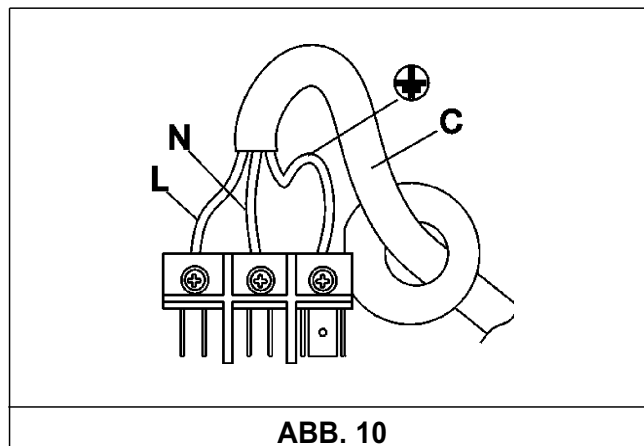

ABB. 10
- Falls das Gerät über kein Anschlusskabel verfügt, ein Kabel mit entsprechendem Querschnitt (siehe Tabelle in Abschnitt 8) am Klemmenkasten anschließen, wobei der Erdleiter länger als die Phasenleiter zu halten ist und entsprechend den Abb. 10 vorzugehen ist.
- Einen für die auf dem Typenschild angegebene Last passenden und genormten Stecker an das Versorgungskabel "C" anschließen, sofern dieser fehlt. Gemäß dem Schema der Abb. 10 die Drähte anschließen und nachstehende Übereinstimmungen einhalten: